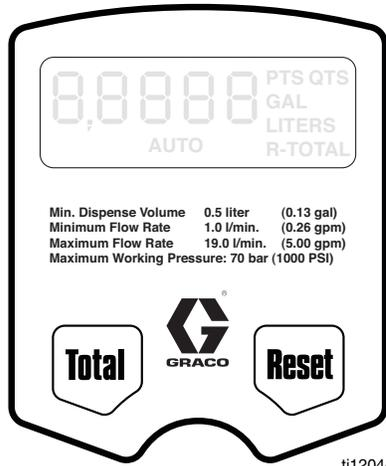
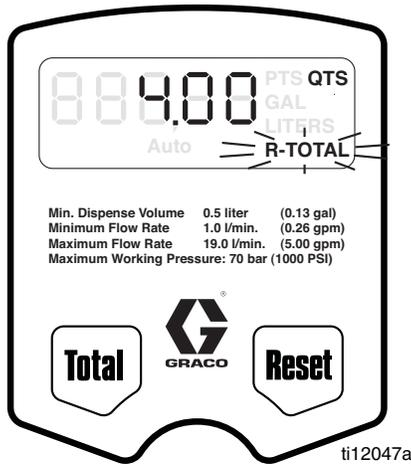

FIG. 10
FIG. 11
Menú de Configuración (FIG. 10)
1. Si la pantalla está apagada (Inactiva), actívela presionando cualquier tecla en el teclado (FIG. 10).
2. Presione y mantenga presionadas las teclas Total y Reiniciar simultáneamente por aprox. seis (6) segundos para ingresar al Menú de Configuración (FIG. 10).
3. Hay tres (3) Menús de Configuración disponibles, almacenados en un orden predeterminado.
- a. La primera pantalla que se muestra es el Menú de Total Reinicializable. Cuando se vea este menú, destellará R-TOTAL sobre la pantalla (FIG. 11).
Total Reinicializable (FIG. 11)
2. **R-TOTAL** destellará indicando que está en el Menú de Total Reinicializable. El total actual almacenado y la unidad de medida se verán en la pantalla (FIG. 11).
- a. Presione y mantenga presionada la tecla Total. El total reinicializable se fija en cero (0). Se verá **0 GAL/QTS/PTS o 0 LITERS**.
Unidades de medida (Fig 11)